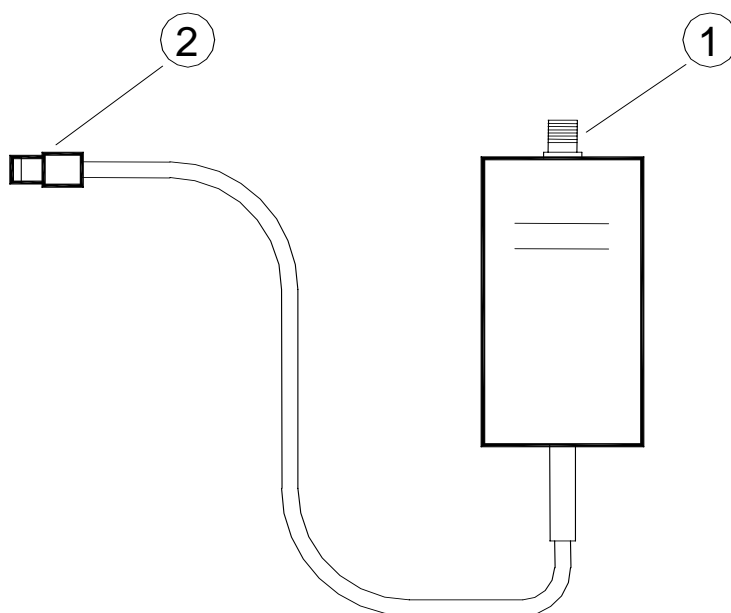

Figura 6
- collegare il connettore Nucletron (vedi Figura 6 N° 2) al connettore corrispondente sul cronometro
- avvitare l'antenna (vedi Figura 6 N° 1)